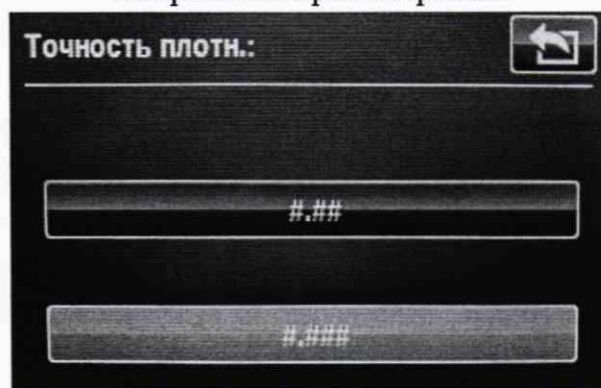

Рисунок 11 – Выбор точности отображаемых значений интегральной оптической плотности при измерении
8.3.1.5 Выбрать количество отображаемых десятичных знаков при измерении интегральной оптической плотности в меню «Точность плотн.», выбрав пункт «#.###» (рисунок 11). Далее нажать кнопку  для возврата к меню.